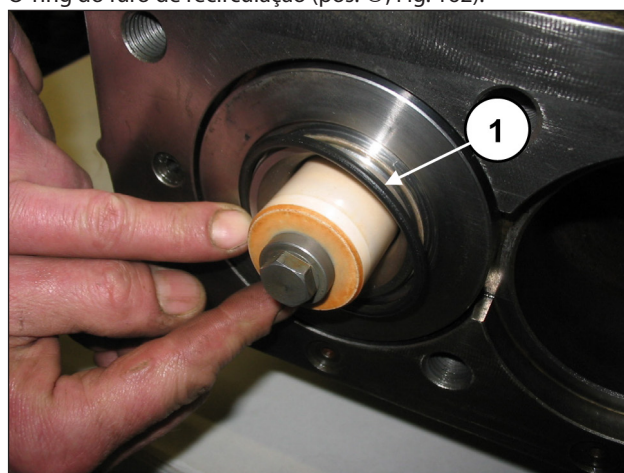

Fig. 161
Monte o O-ring dianteiro da camisa (pos. ①, Fig. 161) e o O-ring do furo de recirculação (pos. ①, Fig. 162).